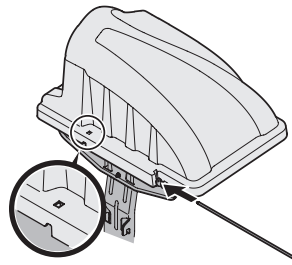
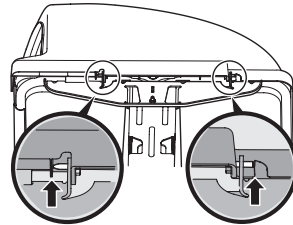

Figure 13
Figure 14
6. Insérez la tige de charnière (711-04988) dans le trou de l'encoche de montage, comme indiqué dans la Figure 13. Utilisez le petit trou sur le couvercle (voir l'encadré) pour aligner l'axe de charnière de l'autre côté, puis poussez l'axe jusqu'au bout. L'axe de charnière s'enclenche et est fixée par l'encoche sous le couvercle du bac récupérateur. Voir les encadrés de la Figure 14.